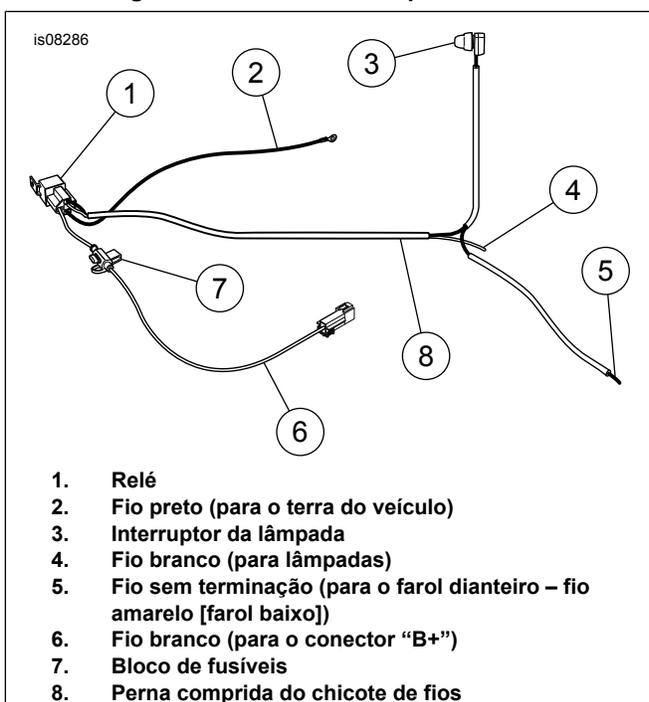
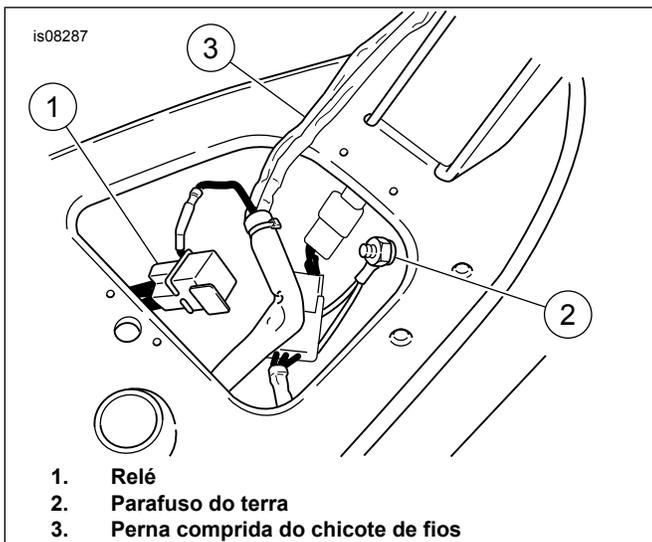
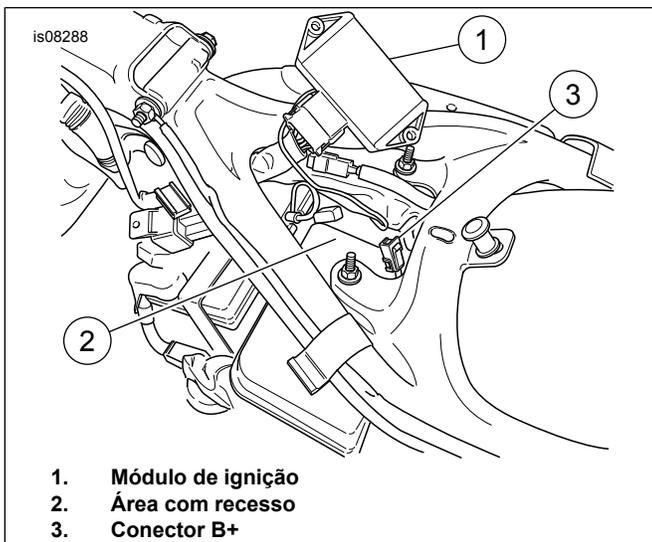

Figura 4. Identificação dos componentes do chicote de fios
Figura 5. Instalação do chicote de fios (modelo Dyna exibido)
Figura 6. Instalação do chicote de fios (modelos ano 2004 e posteriores)
Veja Figura 4 para obter a identificação dos componentes.
11. Veja Figura 5. Instale o chicote de fios. Coloque o relé (1) na abertura do compartimento do assento e oriente a perna comprida do chicote de fios (3) ao longo do eixo central do quadro. **Modelos XL ano 2004 e posteriores:** Veja Figura 6. Remova as porcas que fixam o módulo da ignição (1) e reposicione o módulo temporariamente como exibido. Coloque o relé na área com recesso (2) do reservatório de óleo. Instale o módulo de ignição. Passe a haste longa do chicote de fios ao longo do eixo central do quadro. **Todos os modelos ano 2003 e anteriores:** Veja Figura 4. Corte o conector do fio de energia branco e substitua-o pelo terminal de anel fornecido no kit. Conecte o fio branco com o terminal de anel no terminal do pino de cobre (BAT) do disjuntor principal. **Todos os modelos ano 2004 e posteriores:** Ligue o fio branco com conector no conector B+ do chicote de fios da motocicleta.
12. Veja Figura 4. Conecte o fio de ligação terra preto (2) com o terminal de anel no prisioneiro do terra sob o assento ou em qualquer ponto de aterramento elétrico bom. Fixe o chicote de fios do kit nos chicotes de fios adjacentes com abraçadeiras (item 16) do kit.
13. Veja Figura 4. Oriente o chicote de fios além do cabeçote do guidom e oriente a perna do interruptor da lâmpada (3) do chicote de fios ao longo do lado esquerdo do guidom até o controle da embreagem.